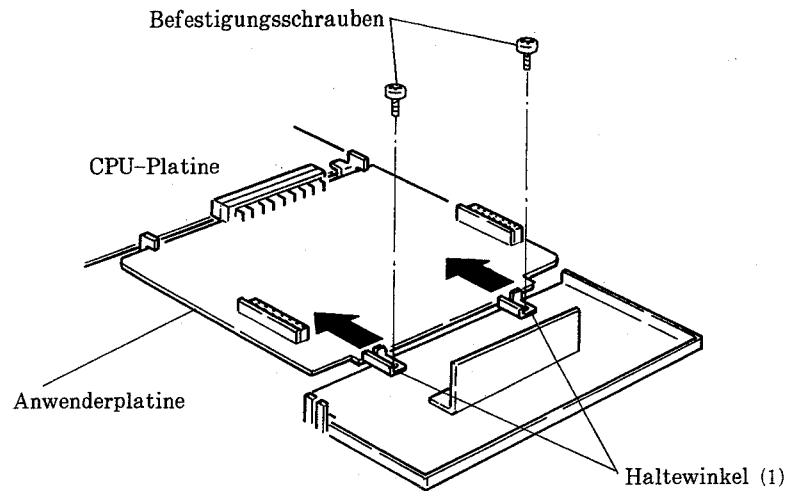

Abb.22
- b) Die Steckeranschlüsse beider Platinen verbinden und den Haltewinkel (1) in Pfeilrichtung drücken, um einen festen Sitz zu gewährleisten (siehe Abb. 22).
- c) Den Haltewinkel (1) mit den Befestigungsschrauben (2 Stück) fixieren (siehe Abb. 22).